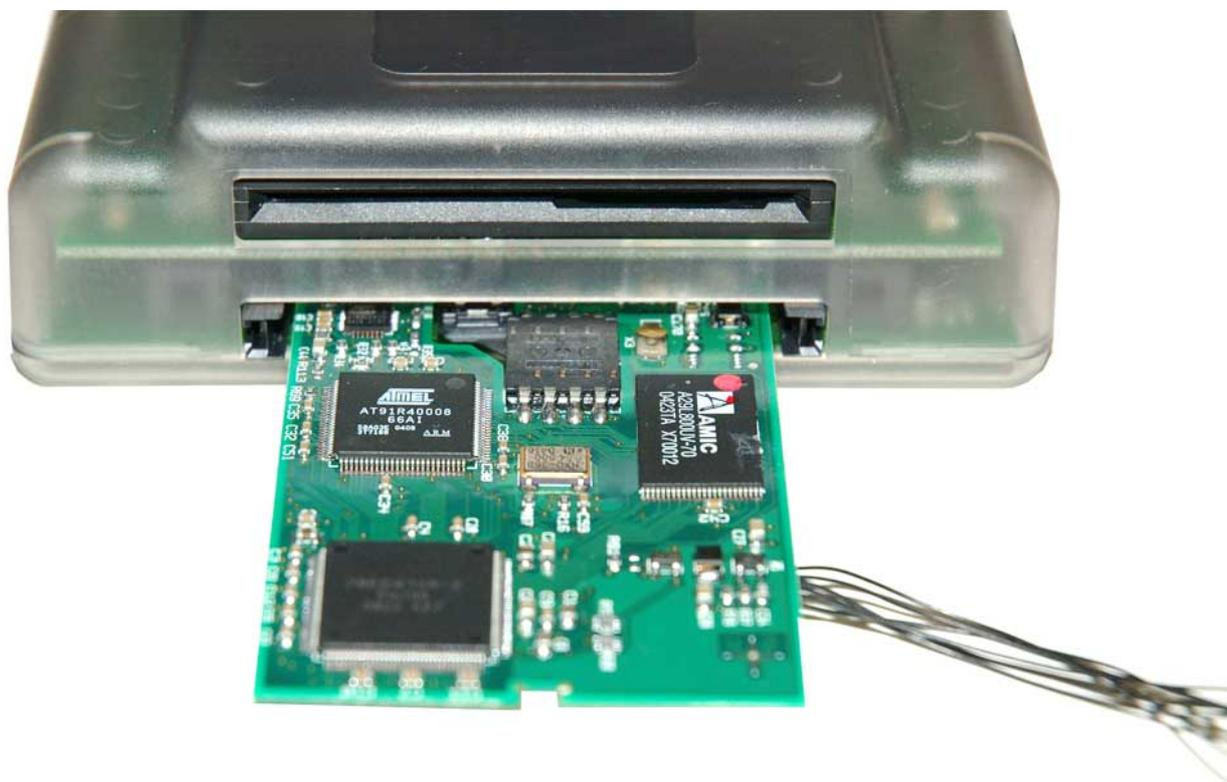

Fig. 17
- **Achtung:** Das Einstecken eines Cams ohne einen metallenen Gehäuse in den PCMCIA Anschluss ist ein sehr heikler Prozess, der potentiell die zwei elektronischen Geräte beschädigen konnte. Fügen Sie immer den Cam in den PCMCIA Anschluss sehr vorsichtig ein. Stellen Sie sicher, dass der Cam **aufwärts** **hinweist** (d.h. dass die Chips nach **oben** **richten**), und dass es vollkommen zentriert wird, sowohl horizontal als auch vertikal, wie im Vergleich zum Anschluss der Cas Interface 3 (Fig. 17).